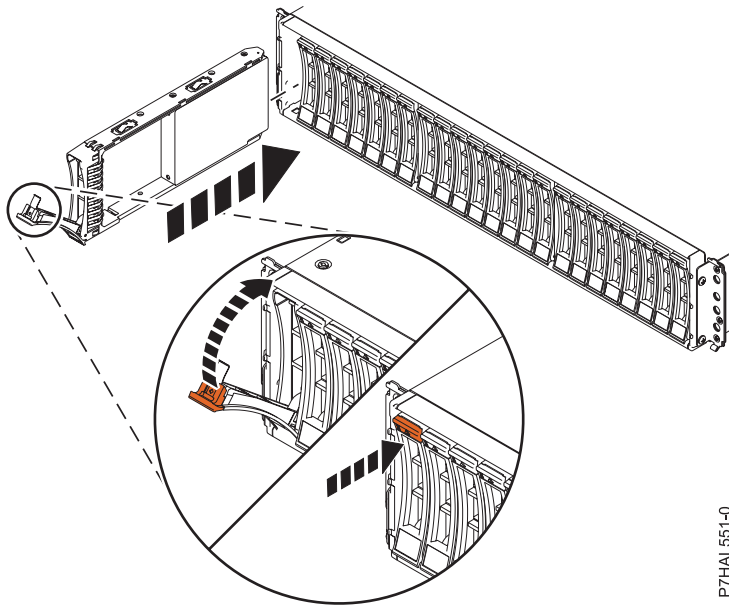

Figure 4. Installation de l'unité de disque dans le 58/87
1. Avec la poignée en position déverrouillée, comme illustré à la figure 4, à la page 9, maintenez l'unité par le dessous pour l'aligner avec les rails de guidage dans l'unité d'extension.